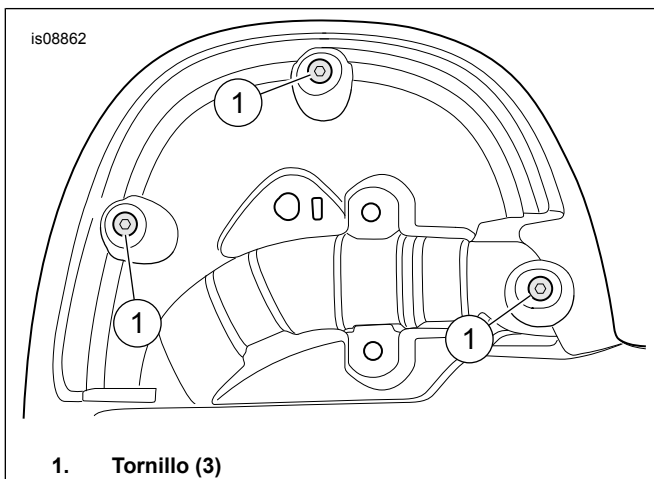

Figura 1. Tornillos traseros
2. Consulte la Figura 1. **En la parte trasera:** Quite los tornillos (1).